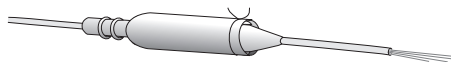

Figure 22. Suture la connexion électrode/extension.
6. Fixer le capuchon avec une suture non résorbable sur la partie large de la connexion (Figure 22).